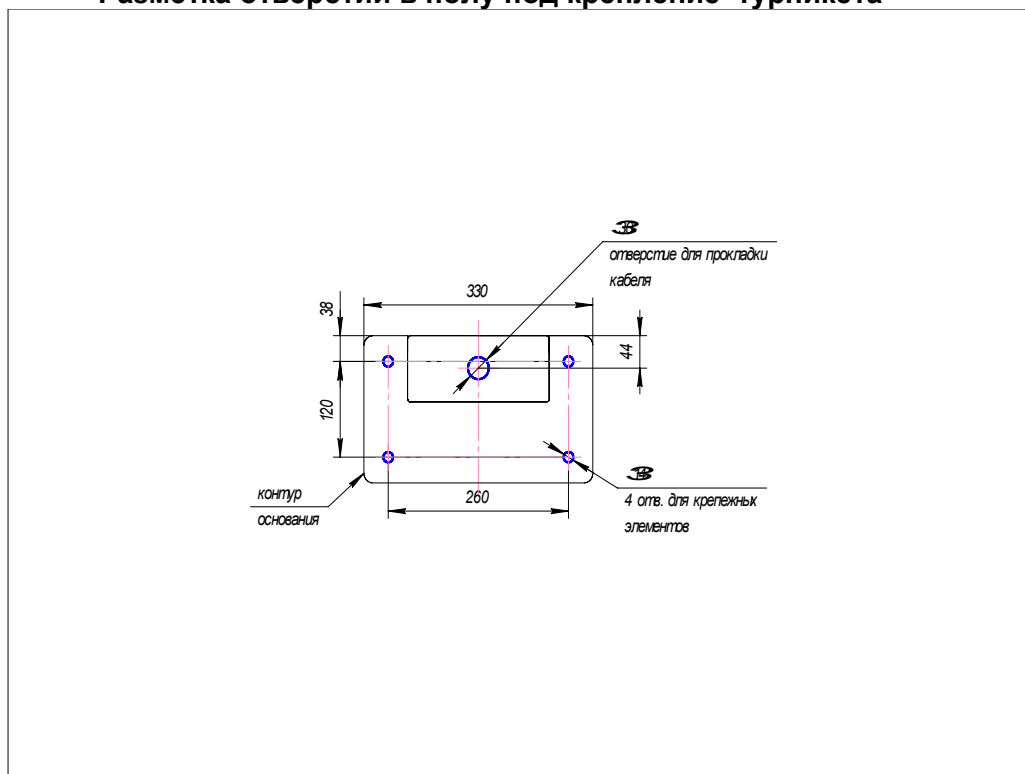

Рис. 6
- 2) Подготовить в полу 4 отверстия под крепежные элементы (см. Рис. 6) и паз для прокладки кабелей.